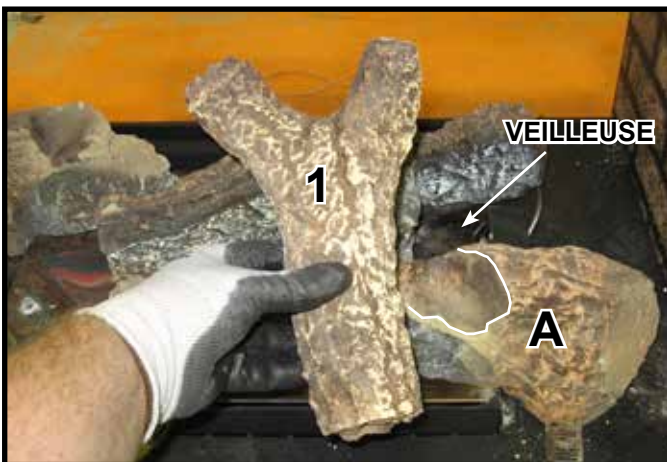
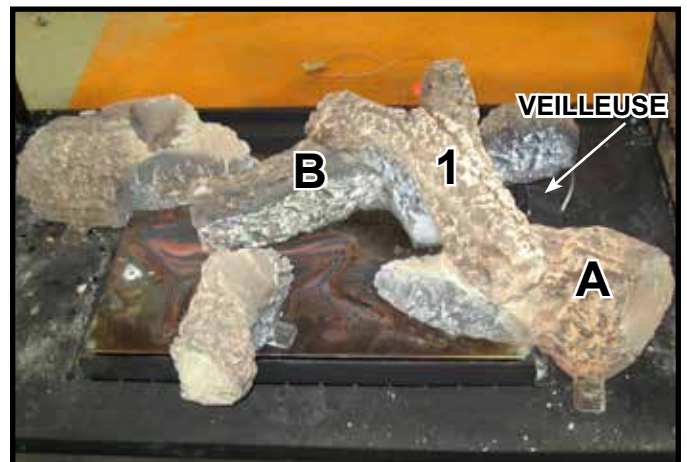

Figure 3. Positionnement de la bûche n° 1
Figure 4. Positionnement de la bûche n° 1
ÉTAPE 1. Bûche n° 1 (SRV2129-704) : Placer la bûche n° 1 sur la bûche A. L'extrémité et la partie inférieure de la bûche n° 1 s'insèrent dans l'indentation de la bûche A en surbrillance à la figure 3. L'extrémité en « Y » de la bûche n° 1 doit reposer sur la partie lisse de la bûche B tel qu'illustré à la figure 4.